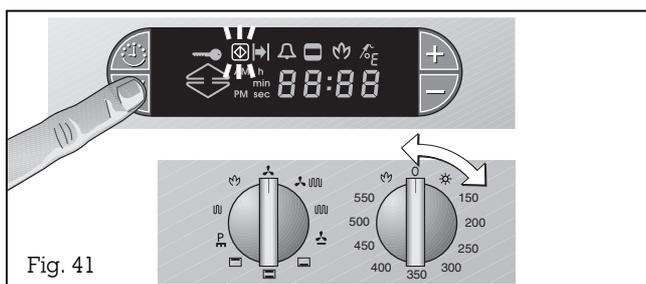

Fig. 41
- Tournez le bouton droit « Température » (four haut) en position 0 (fig. 41).